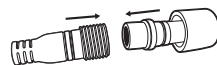

Figura -8
- Collegare il connettore a 3 pin del bruciatore alla driver box, come mostrato nella Figura 8. Assicurarsi che il rivestimento di plastica sia ben chiuso.